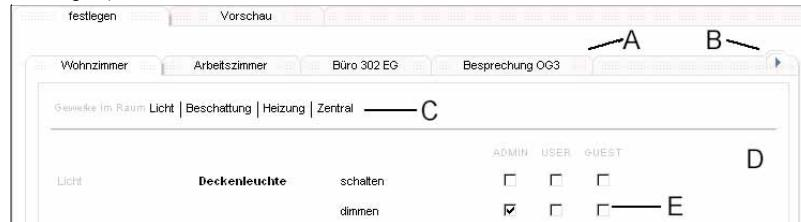

Bild 31: Favoriten bestimmen
Jede angezeigte Funktion kann nun als Favorit ausgewählt werden und wird damit in der Ansicht 'Favorit' aufgeführt (vgl. Kapitel 5.3.2.3). Dazu ist bei der entsprechenden Benutzer-Ebene das Optionsfeld (E) zu aktivieren. Jede Benutzer-Ebene kann für die eigene Ebene und die untergeordneten Ebenen Favoriten bestimmen. (Bild 31 zeigt die Benutzer-Ebene 'Admin')